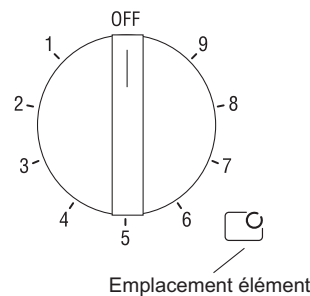

Figure 3: bouton d'élément simple
4. Pousser le grille supérieure jusqu'au fond (voir figure 3).